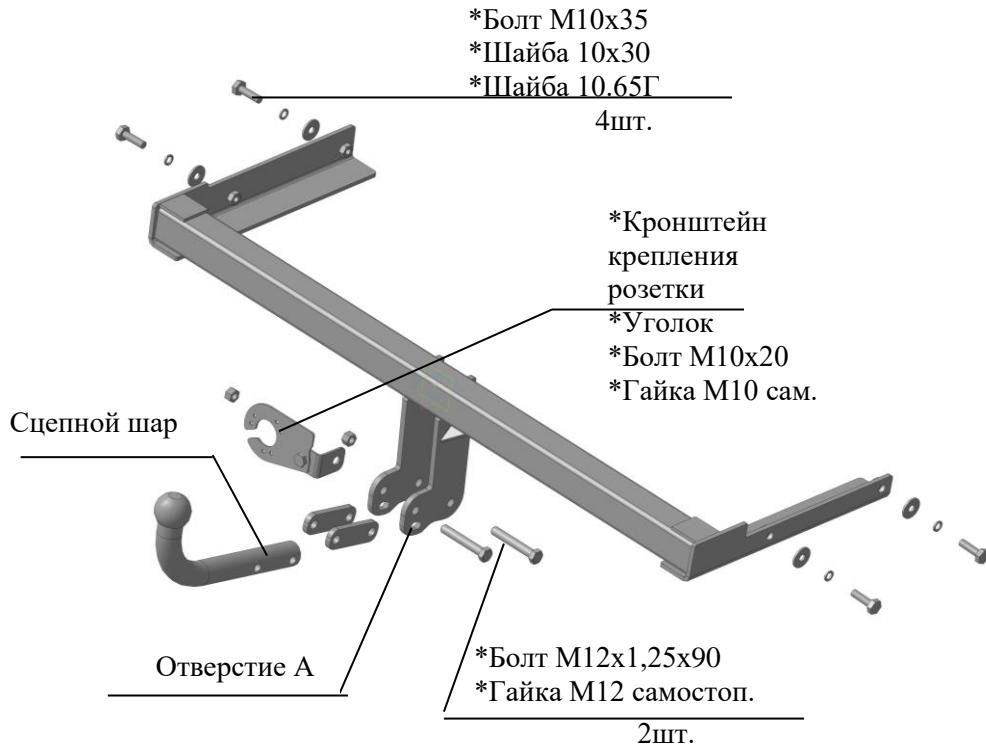

Рис.1 Тягово-сцепное устройство ТСУ 9131.
2.1 ТСУ 9131 в сборе (рис.1)	1 шт.
2.2 Пакет с комплектующими (см. рис.1) Задний колпак	1 шт.
4.6 Установить сцепной шар и кронштейн крепления розетки (предварительно собрав кронштейн, как показано на рис.1), используя болты M12x1,25x90 и гайки самостопорящиеся.